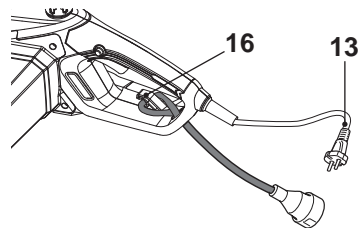

Fig. 15
1. Pliez la rallonge à environ 30 cm de la prise femelle, et faites passer la boucle par le trou du bloc moteur. Accrochez-la sur le détendeur de câble [16] et tirez délicatement dessus afin de vous assurer qu'elle tient bien en place (Fig. 15).